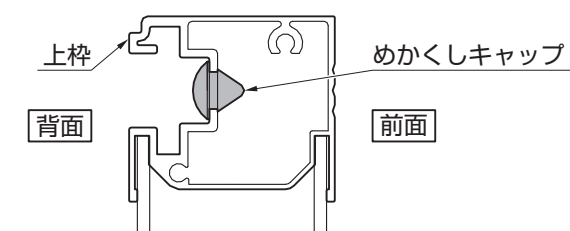

図4-4 めかくしキャップの取付け
- めかくしキャップは外れないよう、奥までしっかりと差込んでください。(図4-4参照)